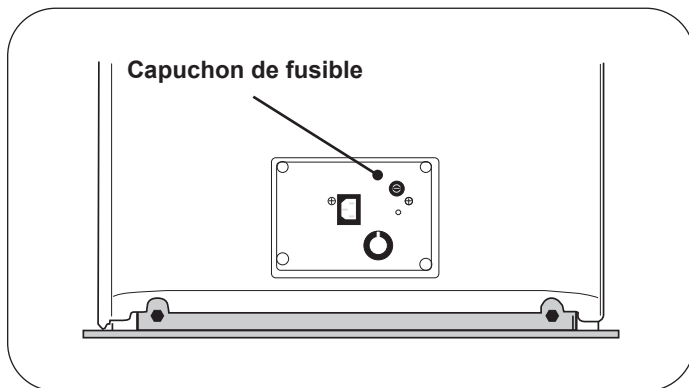

Figure 44. Capuchon de fusible
3. Appuyer sur le capuchon du porte-fusible avec un tournevis plat et tourner d'un quart de tour dans le sens inverse des aiguilles d'une montre pour retirer le capuchon et le fusible (Figure 44).